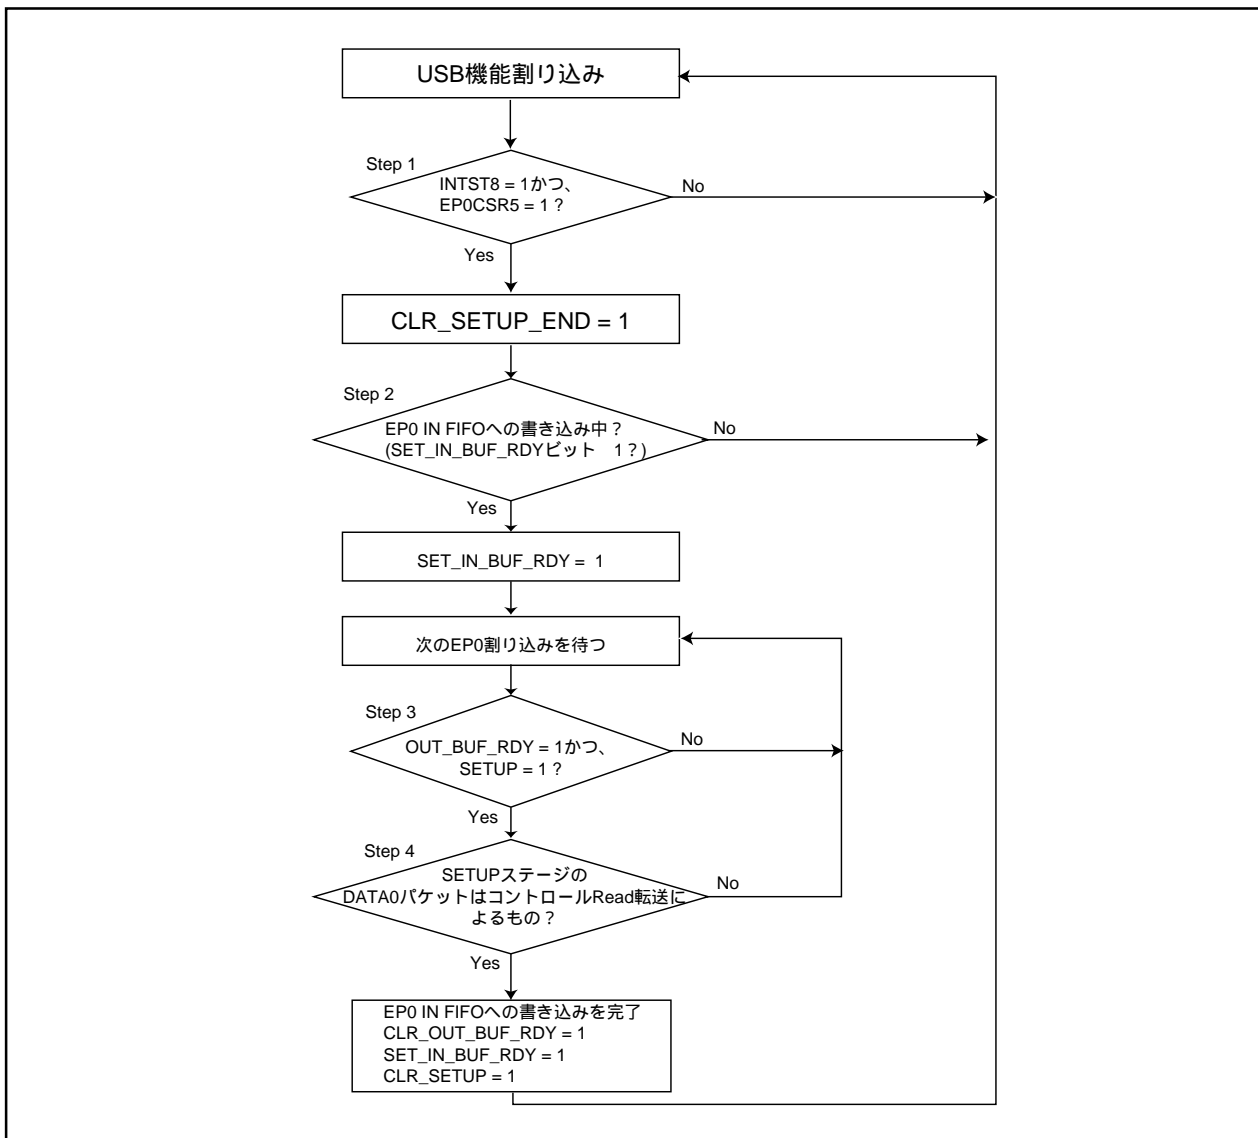

図1.29.3. フローチャート例(1)
- (1) 通信の信頼性が求められるアプリケーションにおいては、ノイズなど外的要因を含み、なんらかの要因にてUSB通信が途絶するような場合に備え、S/WにてUSB機能初期化、ホストによるUSBリセットなどの対策をシステム側で行っていただくことを推奨いたします。
- (2) USB2.0仕様では、ドライバインピーダンス28 ~ 44 Ω が規定されています(7.1.1.1 Full-speed(12Mb/s) Driver Characteristics を参照してください)。この規格を満足するために、USB D+端子とUSB D-端子に直列抵抗(推奨値 27 ~ 33 Ω)を接続してください。また、USB D+端子/USB D-端子とVss端子の間にコンデンサを接続してください。これらのコンデンサはリングングを抑えるため、もしくはD+/D-の立ち上がり、立下がり時間及びクロスオーバーポイントを調整するためのものです。周辺素子の数値と構成は実装プリント基板の特性インピーダンス、レイアウトの違いにより調整が必要となりますので、使用システムで十分に評価、波形観測のうえ、接続の有無と抵抗値・コンデンサ数値をご調整願います。
- (3) D+端子、又はD-端子にチョークコイルを接続しないことを推奨します。
- (4) USB接続 / 非接続機能(Attach/Detach)を使用しない場合は、UVcc端子とUSB D+端子間を1.5k Ω の抵抗を介して接続してください (D+ラインプルアップのタイミングはUVcc端子に依存します)。USB接続 / 非接続機能(Attach/Detach)を使用する場合は、P90/ATTACH端子とUSB D+端子間を1.5k Ω の抵抗を介して接続してください。USB接続 / 非接続機能の使用に関わらず、UVcc端子は電源に接続してください。また、ホストPCがUSB接続 / 非接続を認識するまでの時間は、基板抵抗成分・容量成分、USBケーブル容量、ホストの基板特性と処理速度など、全システムの状態によって異なります。実際にご使用になるシステムで十分な評価を行ってください。
- (5) USB機能割り込みがエラーにより発生した場合、その割り込みサービスルーチンはエンドポイント0割り込みサービスルーチンより優先度を高く設定してください。USB機能割り込み発生時、次の処理を行ってください。図1.29.3にフローチャート例を示します。